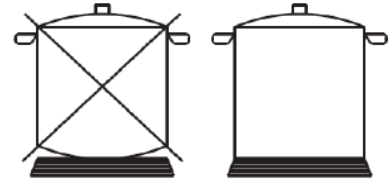

Abb. 9
- Verwenden Sie eine entsprechend große Pfanne mit flachem Boden für jeden Brenner (siehe Tabelle unten und Abb. 9). Wenn der Inhalt der Pfanne zu kochen beginnt, drehen Sie den Regler auf die kleinere Flamme. Verwenden Sie immer einen Deckel für die Pfanne.